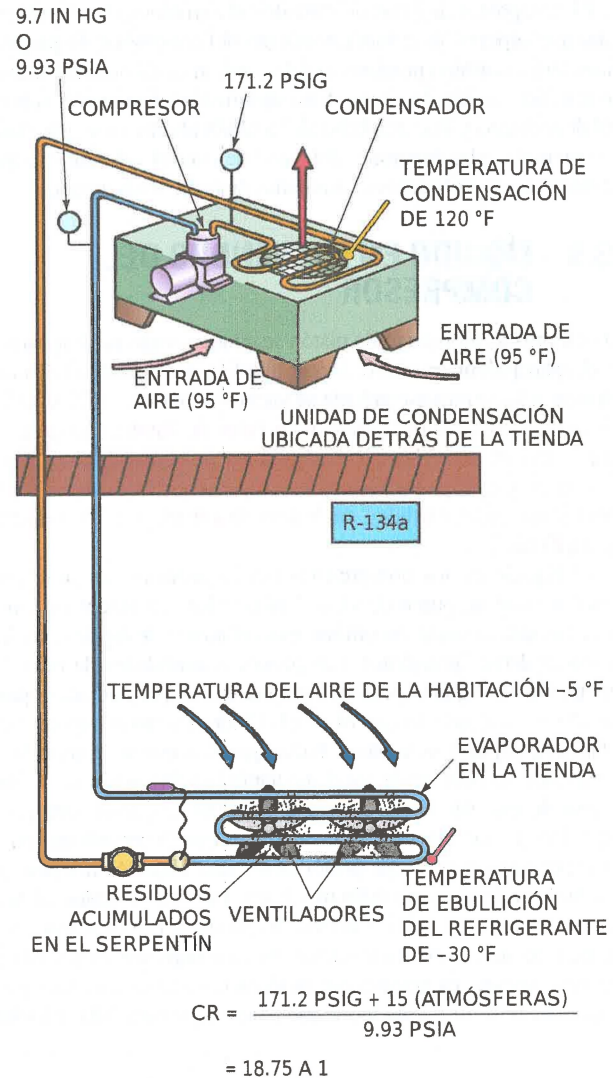

Figura 23-66(B) Este sistema tiene sucio el evaporador.
Figura 23-66(A) Sistema funcionando con una relación de compresión normal. Observe que el condensador es suficientemente grande para mantener baja la presión de carga.
Si el serpentín fuera viejo y estuviera sucio, **figura 23-66(B)**, y la temperatura del serpentín se redujera a -30°F , suponiendo que la presión de carga permaneciera igual pero con una nueva temperatura de ebullición del refrigerante de -30°F , produciría una presión de aspiración de 9.7 in Hg de vacío, lo que estaría por debajo de la presión atmosférica. Se trata de una presión absoluta de 9.93 psia (se llegó a esta presión convirtiendo las pulgadas de mercurio a pulgadas de mercurio absolutas y luego esto a psia).